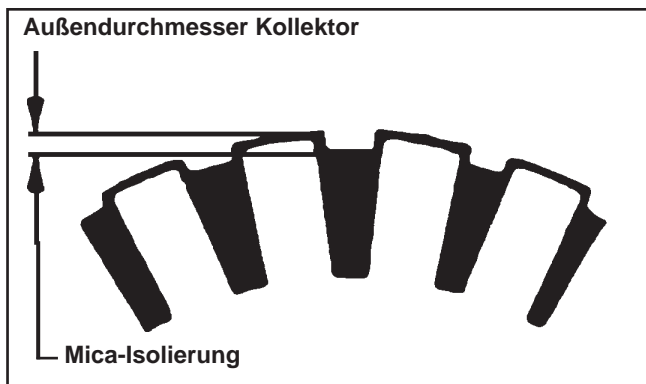

Abbildung 8-41. Mica-Inspektion am Kollektor.
1. Reinigen und inspizieren Sie den Kollektor (äußere Oberfläche). Die Mica-Isolierung muss geringer sein als die äußere Oberfläche (Unterschnitt), um einen einwandfreien Kollektorbetrieb zu garantieren. Siehe Abbildung 8-41.